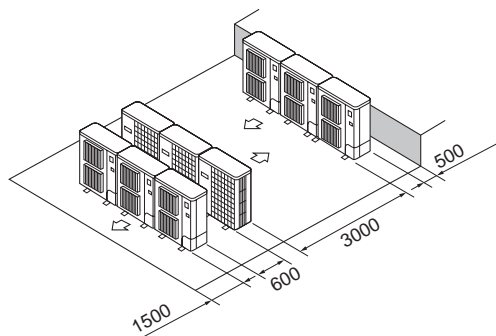

Fig. 2-17
- ⑥ Mehrfachanlagen in paralleler Anordnung (Fig. 2-17)